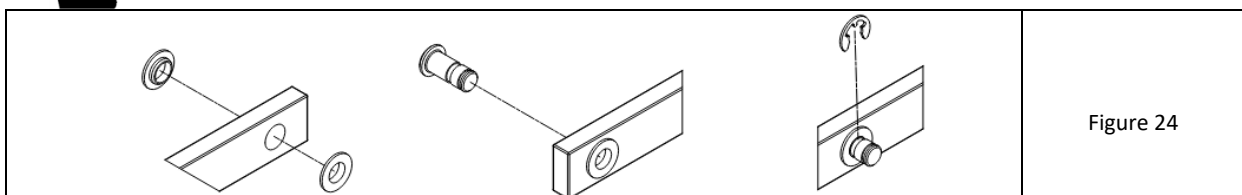

Figure 24
1. Monter les petites bagues collectrices dans la tringlerie d'entraînement - des deux côtés de chaque alésage de la tringlerie (Fig. 24-gauche).
2. Enfoncer ensuite la goupille en acier (Fig. 24-centre) à fond dans chaque trou avec les anneaux montés et, du côté opposé à sa tête, insérer un petit circlip dans la rainure plus loin de l'extrémité (Fig. 24-droite) à l'aide d'un outil